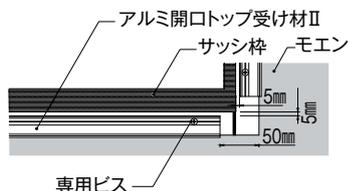

図7 アルミ開口トップ受け材Ⅱの取り付け位置
- ▶ アルミ開口トップ受け材Ⅱはサッシとの隙間を5mm設け、切り欠いたモエンの角部から50mm離して取り付け。アルミ開口トップ受け材Ⅱ同士の間隔は50mm～300mmあける。（図7参照）